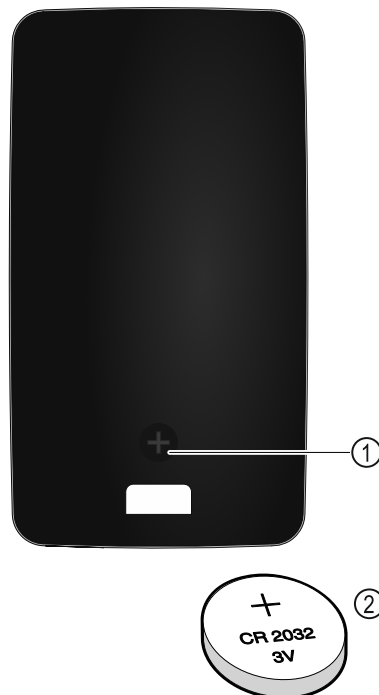

Fig. 141
Дистанционното управление се захранва от батерия тип CR 2032 с 3V Fig. 141 (2), която се предлага от специализирани търговци на дребно.
- ▶ Отвинтете винта Fig. 141 (1) на капака на дистанционното управление.